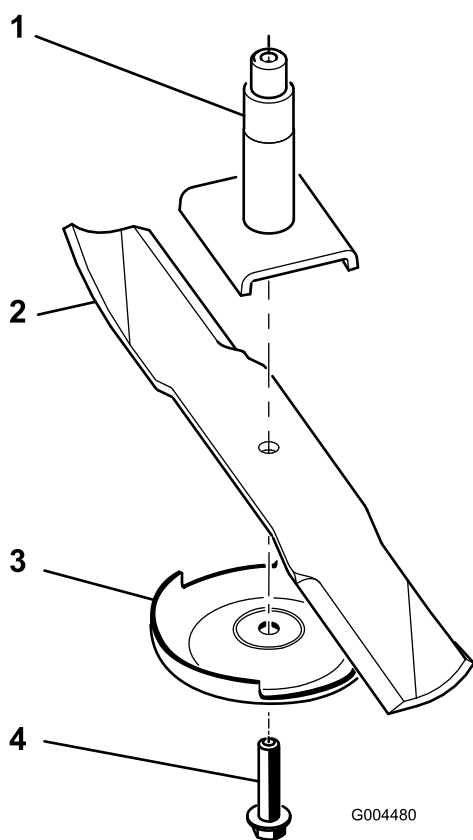

Figura 2
7. Instale las cuchillas, los protectores de césped y los pernos de las cuchillas (Figura 2).